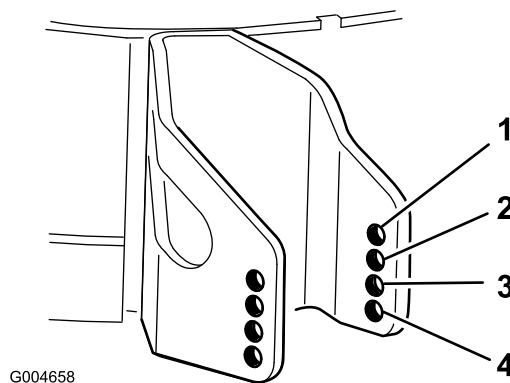

Figure 23
4. Choisissez le trou qui convient pour que le galet anti-scalp se trouve le plus près possible de la hauteur de coupe correspondante voulue (Figure 23).